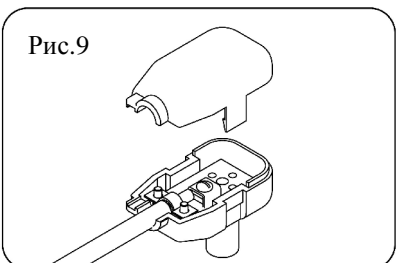

Рис.9
- 5.7. Другой конец кабеля присоединить либо к антенной вилке (для пассивной антенны), либо к сепаратору (для активной антенны). Подсоединение к сепаратору производить согласно рис.9.